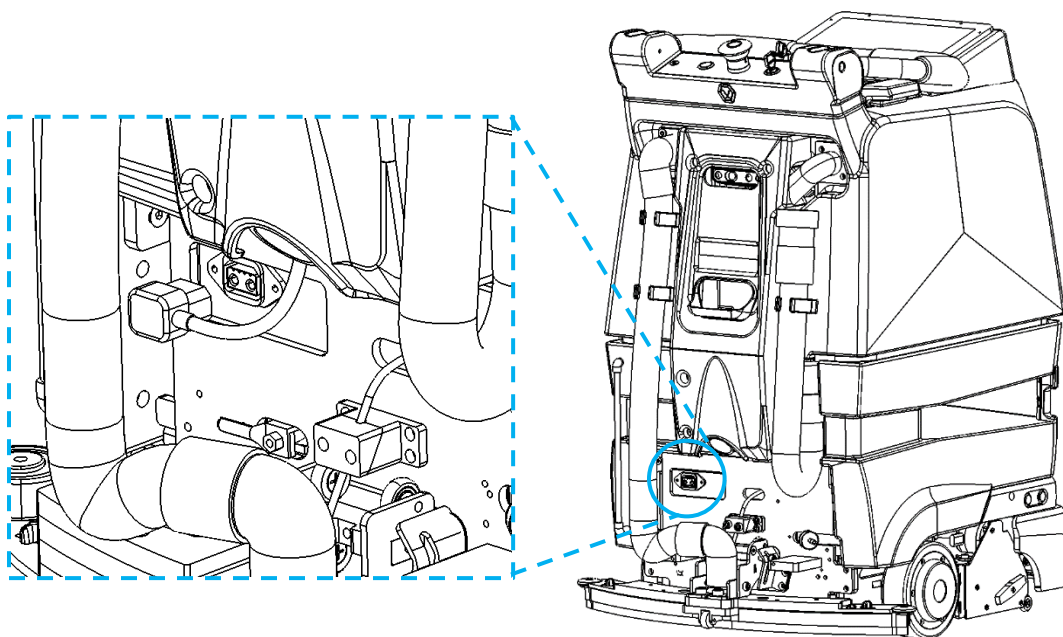

Fig. 1
1. De laadpoort (Fig. 1 - 1) bevindt zich aan de achterkant van de robot, linksonder boven de zuigmond.
3. Pak de oplaadkabel en steek hem in de oplaadpoort (Afb. 1). De kabel moet goed passen; er is enige kracht nodig om hem in te steken.